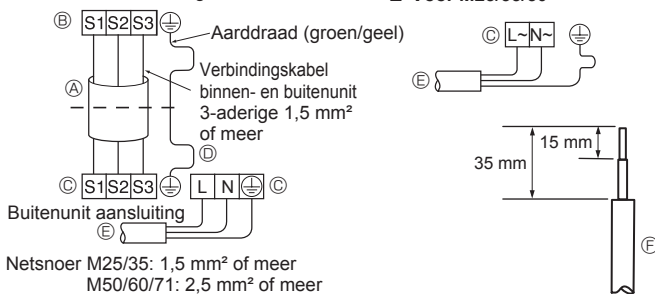
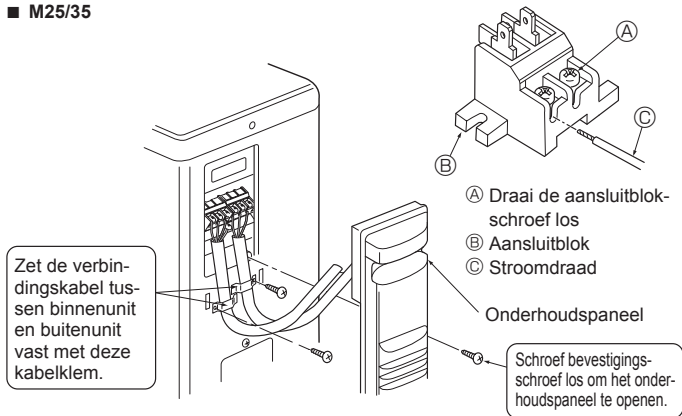
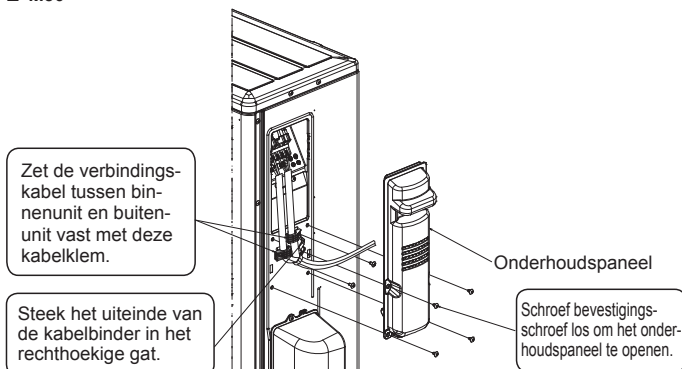

Fig. 6-2
Fig. 6-3
Fig. 6-4
6.1. Buitenunit (Fig. 6-1, Fig. 6-2, Fig. 6-3, Fig. 6-4)
- ① Verwijder het onderhoudspaneel.
- ② Sluit de kabels aan volgens Fig. 6-1, Fig. 6-2, Fig. 6-3 en Fig. 6-4.
- Leg de bedrading aan zoals aangegeven in het diagram links onderaan. (Schaf de kabel ter plaatse aan) (Fig. 6-2)